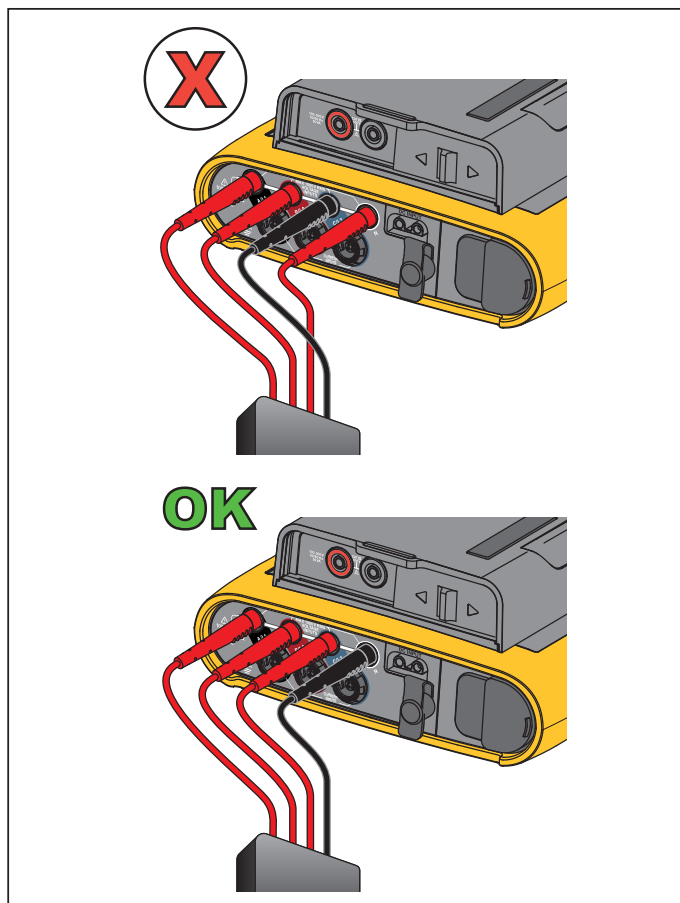

Figura 6. Conexión de medición al Registrador
6. Consulte la Figura 6 para ver la conexión de medición al Registrador.